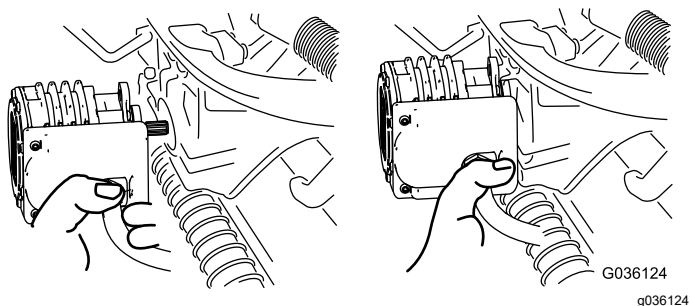

Figure 68
4. Amenez le moteur à la position de rangement sur l'avant du bras de suspension (Figure 68).